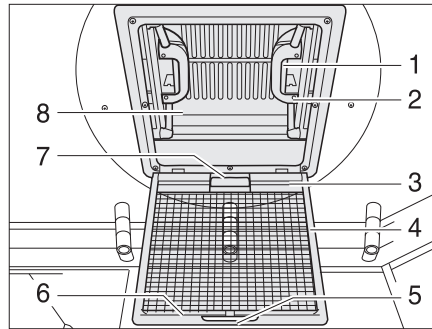

Bild 45 Taklucka med snäpplås
- Drag i handtaget (Bild 45,5).
- Fäll ned insektsskyddet (Bild 45,4).
- Tryck snäpplåset (Bild 45,1) mot takluckans insida (Bild 45,8). Tryck samtidigt takluckan uppåt med handtaget (Bild 45,2).
- Fäll upp insektsskyddet (Bild 45,4) så att det hakar i.
- Drag kraftigt ner takluckan (Bild 45,8) med hjälp av båda handtagen (Bild 45,2) så långt, att snäpplåsen (Bild 45,1) går i lås.
- Drag mörklägningsrullgardinen (Bild 45,1) i handtaget (Bild 45,7) och haka i kroken (Bild 45,3) i listen på insektsskyddet.
- Lossa handtaget (Bild 45,3) från fästlisten (Bild 45,6) och för långsamt tillbaka mörklägningsrullgardinen.